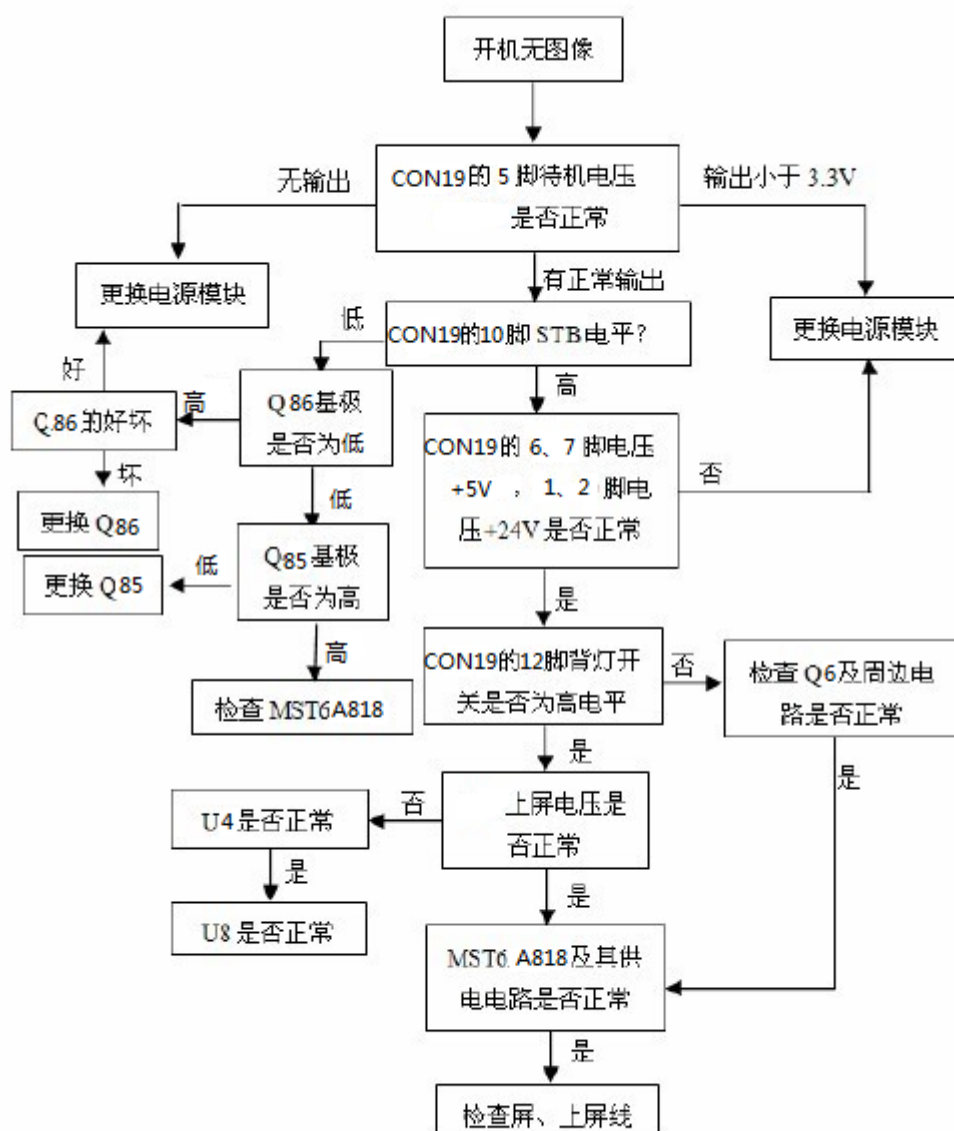

图22 开机无光、无图维修流程
1) YPbPr输入全彩条信号，在进入主芯片U11的耦合电容C114之后（YPbPr--Y 部分）的波形如图22所示：